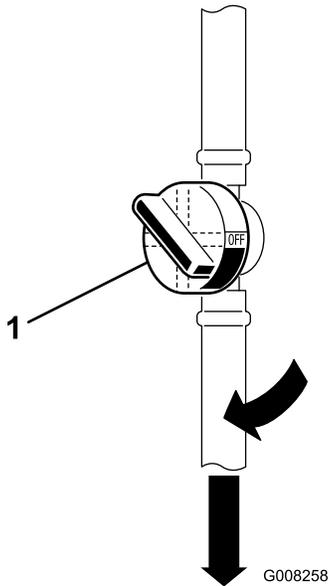

Figura 9
1. Abra la válvula de cierre de combustible que se encuentra entre el depósito de combustible y el motor (**Figura 9**).